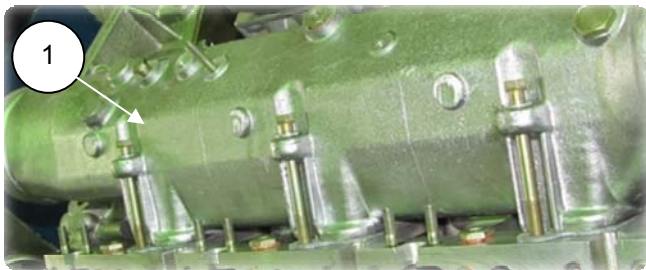

Рис. 6.44
3. Установить подсобранные впускные коллекторы (1) на головки цилиндров, собрать 12 болтов М10 с шайбами, завернуть на 2-3 нитки от руки (рис. 6.44)